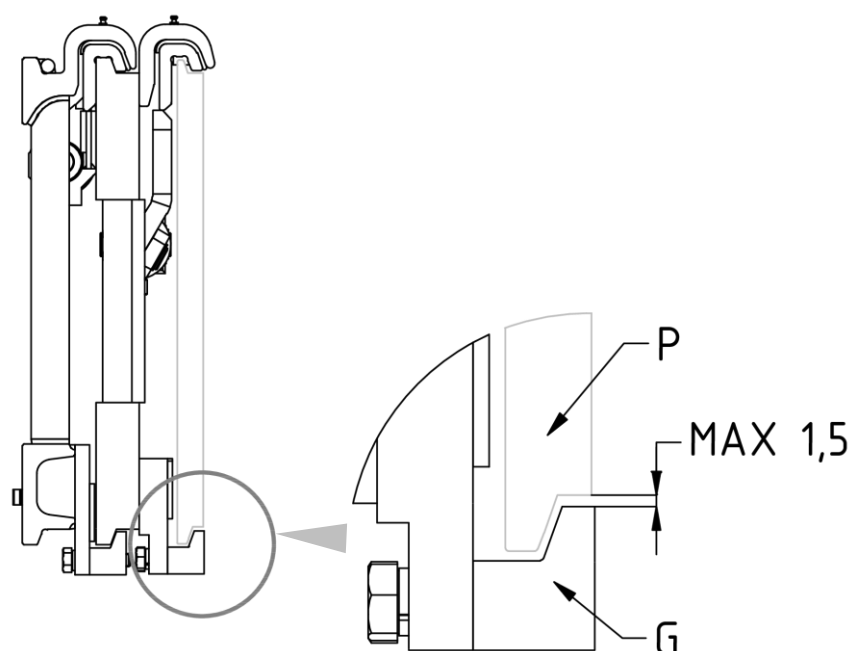
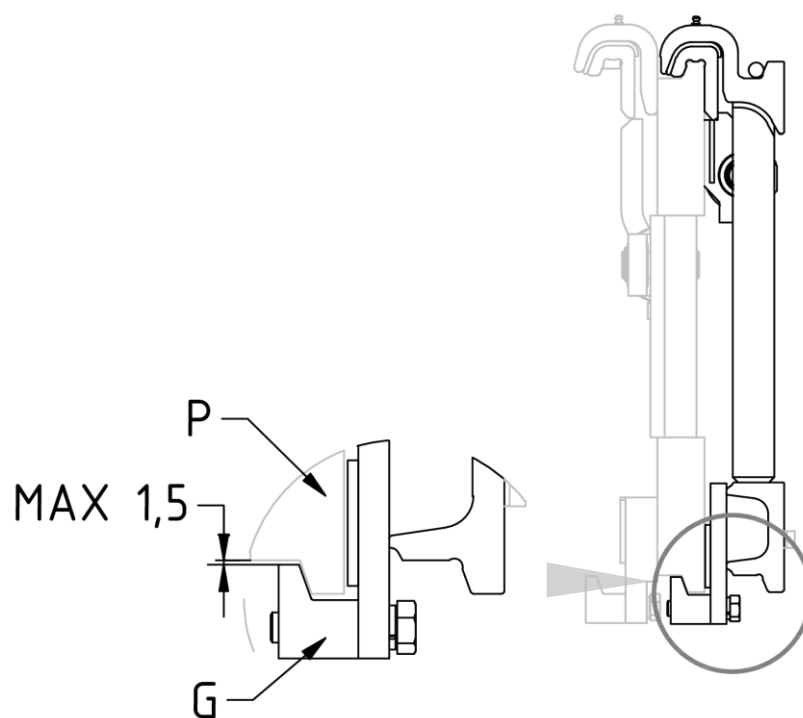

Figura 6
Figura 10
9. Atornillar los dos ganchos inferiores G para que su cuerpo quede enganchado debajo a la placa porta horquillas P (con un juego máximo de 1,5 mm, mira *Figura 6*), apretando con el par de apriete indicado en la *Tabla 3*.
6. Atornillar los dos ganchos inferiores G para que su cuerpo quede enganchado debajo a la placa porta horquillas P (con un juego máximo de 1,5 mm, mira *Figura 6*), apretando con el par de apriete indicado en la *Tabla 3*.
4. Verificar la holgura entre la parte inferior de la plancha porta horquillas y los ganchos inferiores del implemento, verificando que sea como se indica en la *Figura 6* (pag.12) y *Figura 10* (pag.15) y, si es necesario, intervenir en el apriete de los tornillos que los sostienen.